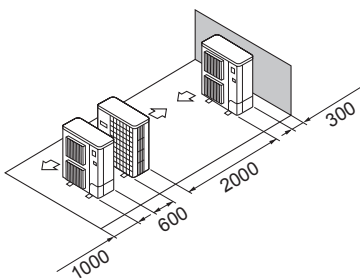

Fig. 2-16
- ⑤ Disposición en paralelo de varias unidades (Fig. 2-16)